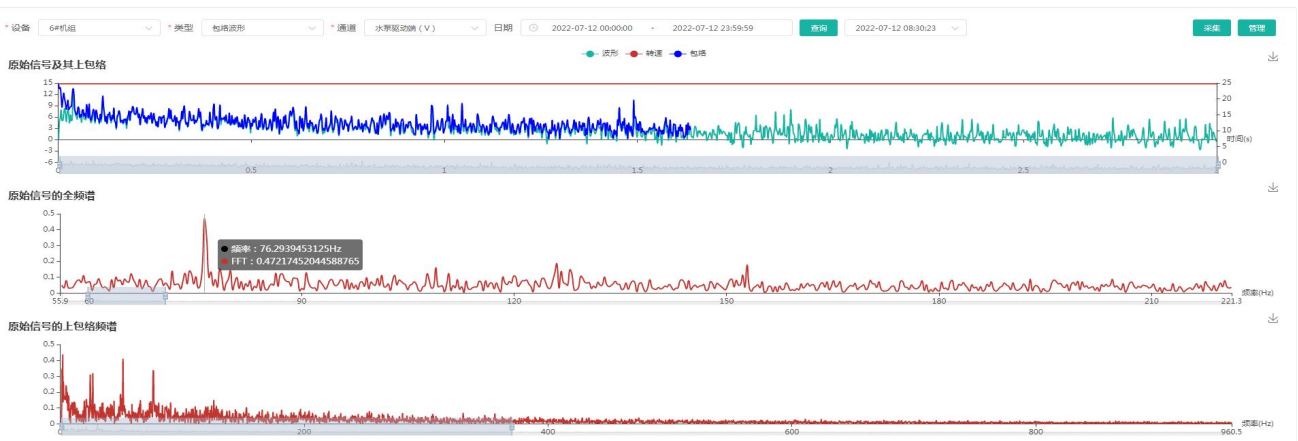

图 4、水泵驱动端(V 包络谱
(3) 包络谱特征分析：通过原始信号包络谱分析，包络频谱中 76.29Hz 为轴承外圈特征频率，如图 4 所示。